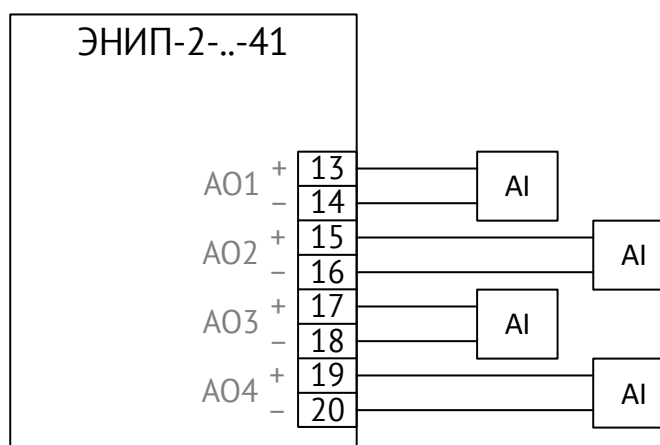

Рисунок 2.1. Схема подключения аналоговых выходов
2.8.3 Сопротивление нагрузки для каждого выхода не должно превышать 1 кОм. Схема подключения приведена на рис. 2.1.